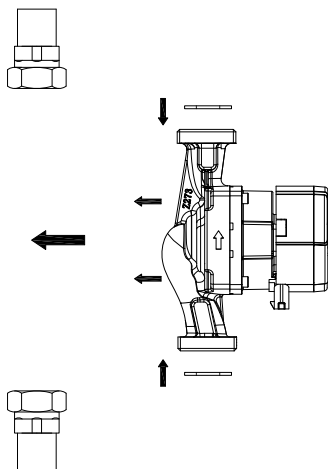

Рис. 3 Монтаж насоса
2. Перед встановленням насоса в трубопровід встановіть дві прокладки, що постачаються разом із насосом (див. рис. 3).